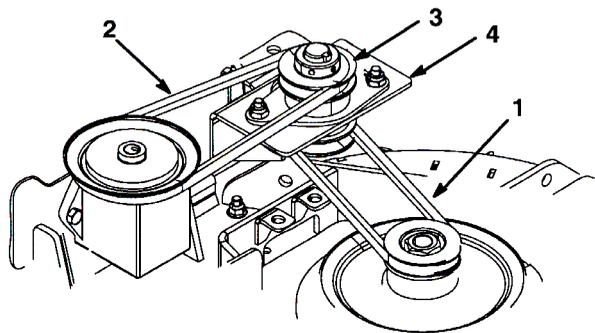

図16
- 調整ブラケットをフロアのマウントに固定しているボルトとナット各2をゆるめる (図16)。